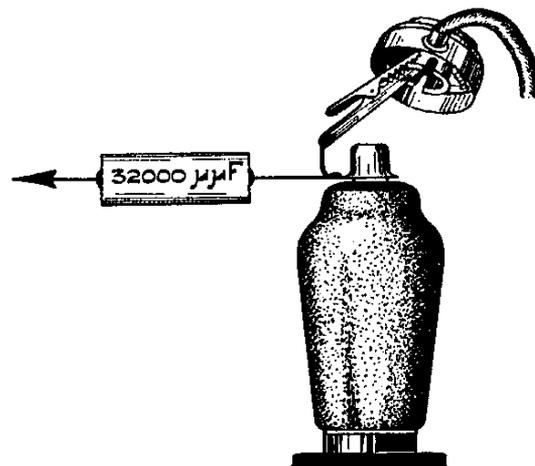

Fig. 5
5. Appliquer un signal modulé de 452 Kc à travers $32.000 \mu\mu\text{F}$ sur la première grille de L2 (fig. 5).
7. Appliquer un signal modulé de 452 Kc à travers $32000 \mu\mu\text{F}$ à la quatrième grille de L1 (fig. 5).